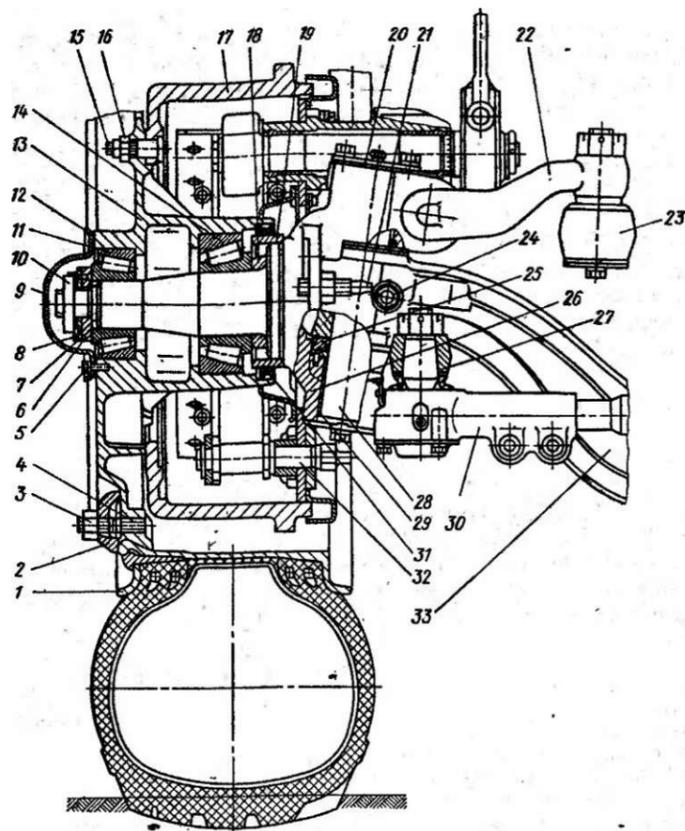

Рис. 79. Передний мост в сборе:
**Передний мост.** Передний мост в сборе со ступицами, колесами, тормозными механизмами и тягой рулевой трапеции показан на рис. 79.